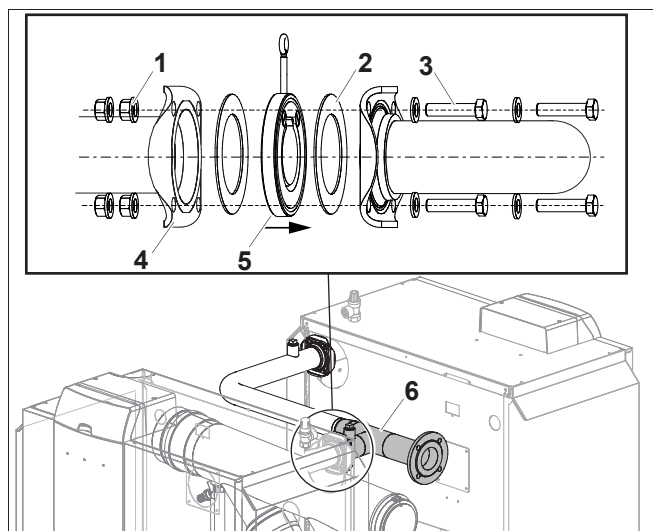

Рис. 6 Монтаж трубы подающей линии на втором котле
- Обратный клапан (рис. 6, [5]) остается смонтированным на подающей линии в соответствии с направлением потока.
- Установите уплотнение (рис. 6, [2]) на обратный клапан.
- Соедините фланец трубы подающей линии (рис. 6, [6]) с фланцем подающей линии на втором котле (рис. 6, [4]). четырьмя болтами (рис. 6, [3]) и четырьмя гайками (рис. 6, [1]).